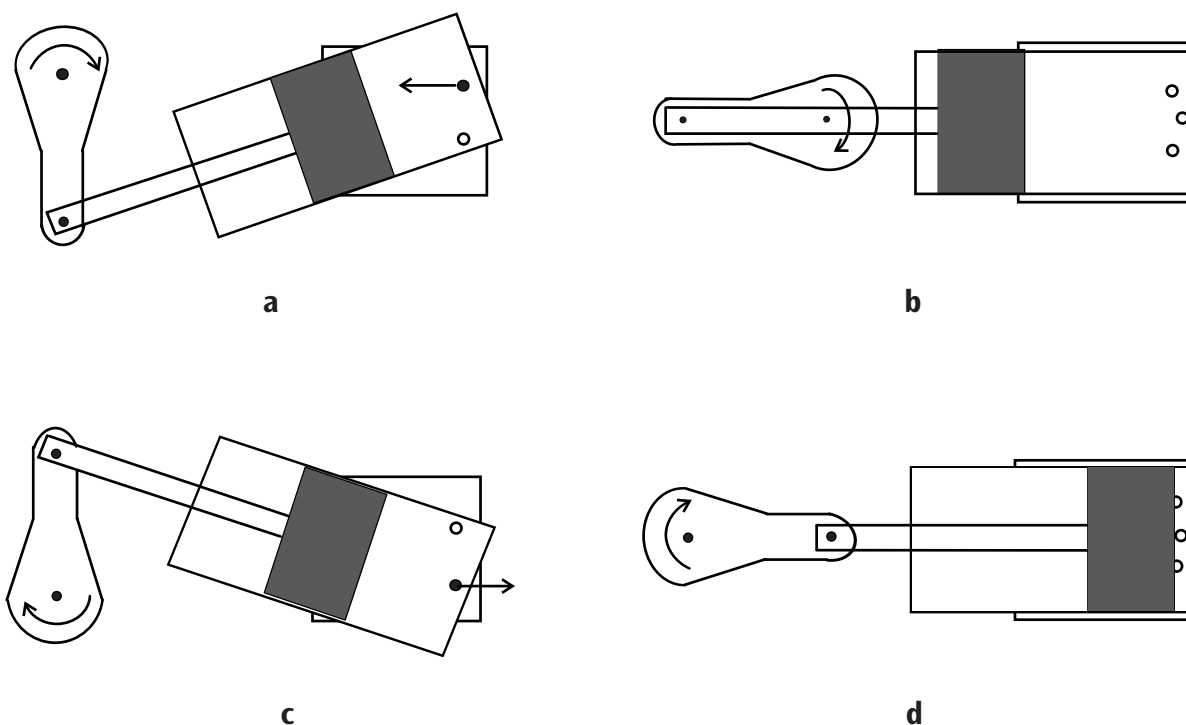

Fig.1: Ciclo di lavoro della macchina a vapore oscillante
mento, apre o chiude l'immissione e lo scarico dei canali del vapore. Nella caldaia l'acqua si riscalda e genera vapore acqueo. Il vapore acqueo scorre attraverso il tubo del vapore aggiuntivo ⑫ del supporto fino al foro di immissione del vapore. Non appena inizia l'apertura del cilindro con l'alimentazione del vapore nuovo, il vapore scorre nel cilindro e avvia la fase di compressione del pistone (fig. 1 a). Quando il pistone raggiunge la posizione più in basso, i canali del vapore si chiudono. Con l'ausilio del volano questo punto morto viene superato
(fig. 1 b). Nella fase successiva, il pistone compie il movimento di ritorno, apre il foro di scarico del vapore e spinge fuori il vapore (fig. 1 c). Il vapore viene scaricato attraverso il tubo del vapore di scarico ② e il condotto del vapore di scarico ⑩. La condensa formata viene deviata dal tubo della condensa ① nel vaso della condensa ⑱. Il pistone raggiunge il punto morto superiore, in corrispondenza del quale entrambi i canali del vapore sono chiusi. Dopo il superamento del punto morto superiore grazie al volano, l'alimentazione del vapore riprende e il processo ricomincia (fig. 1 d).